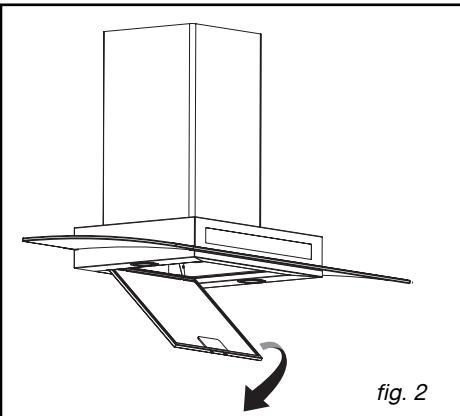

fig. 2
- Gire el filtro hacia abajo (fig.2).